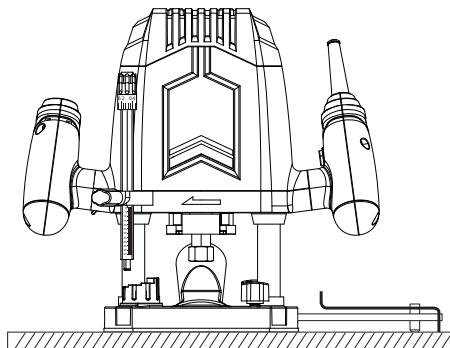

Fig. 31
- > Instale la espiga de centrado (20) en el producto.
- > Marque el centro del círculo y perfore ligeramente la espiga en él. Asegúrese de que no puede deslizarse fuera durante el funcionamiento para conseguir un resultado satisfactorio (Fig. 31, 32).